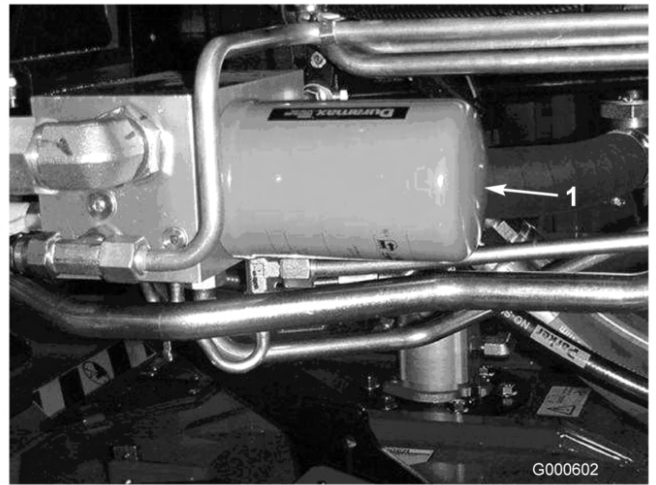

Figure 55
2. Nettoyez la surface autour de la surface de montage du filtre. Placez un bac de vidange sous le filtre et déposez le filtre (Figure 54 & Figure 55).